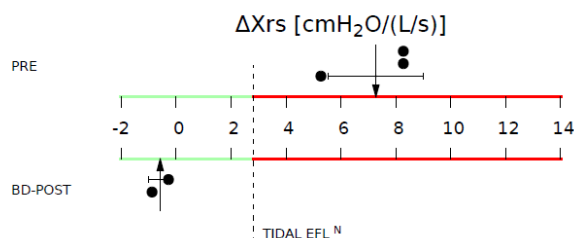

Figura 61 - Limitazione del flusso espiratorio nella respirazione corrente
Grafici FOT in cui è stata usata una forma d'onda del segnale di stimolo a frequenza singola (5, 6, 8 o 10Hz) (Figura 61).
- Se si utilizza una forma d'onda del segnale di stimolo a 5 Hz, viene visualizzato un grafico aggiuntivo nella parte inferiore della pagina (Figura 61). Questo grafico mostra una freccia che indica la deviazione standard e media ΔXrs calcolata a partire da tutte le misure selezionate. ΔXrs è la differenza tra la reattanza media inspiratoria ed espiratoria ed è un indice di limitazione del flusso espiratorio (EFL) durante la respirazione corrente (Dellacà et al., ERJ, 2004). Un limite soglia di 2,81 cmH₂O/(L/s) viene usato per classificare un paziente come limitato per flusso o meno durante la respirazione corrente (Dellacà et al., ERJ, 2004). Se tale freccia si trova nella parte verde del grafico, il paziente non ha limiti di flusso durante la respirazione corrente. Una freccia nella parte rossa del grafico indica la presenza di EFL. Nei report